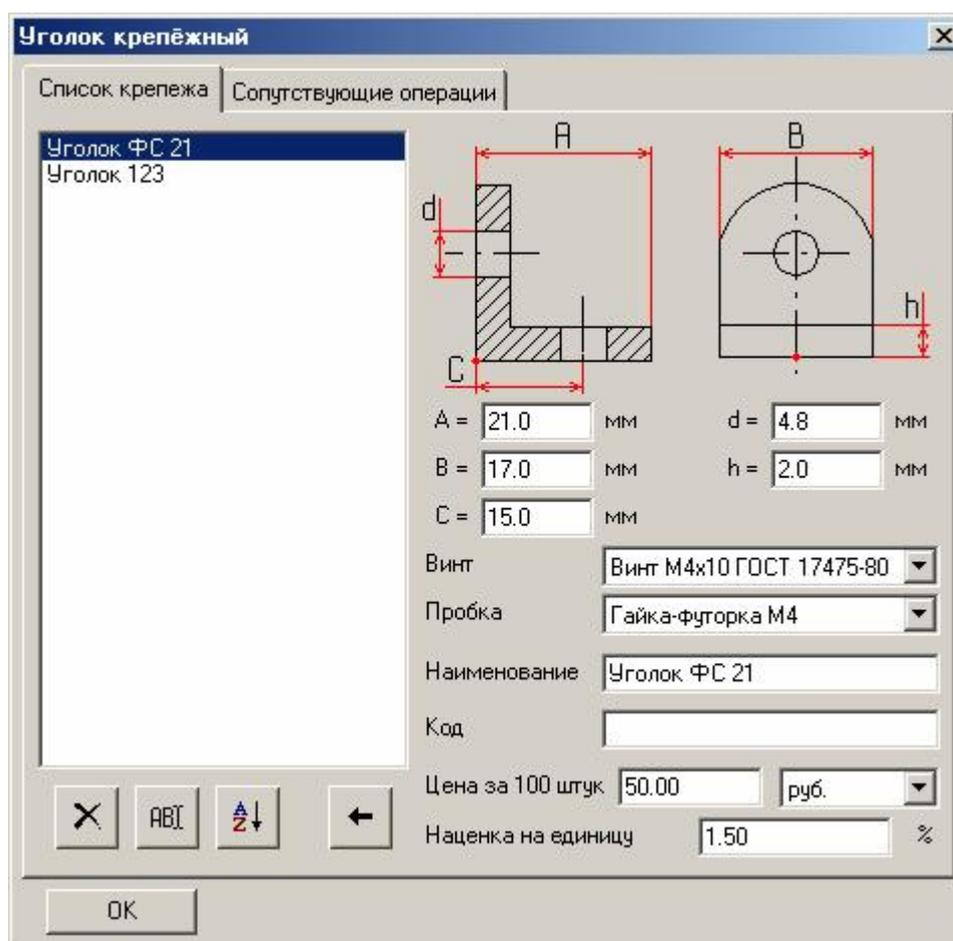

Рис. 30 Диалоговое окно редактирования для *Уголка крепежного*
2. Нажать кнопку **Редактировать**, что приводит к появлению соответствующего диалогового окна редактирования (например, для уголка крепежного – рис. 30).